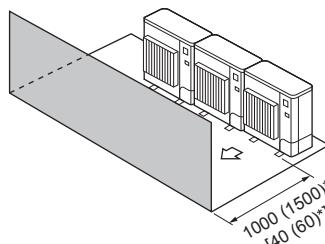

Fig. 2-14
- ③ Obstáculos sólo en la parte delantera (Fig. 2-14)